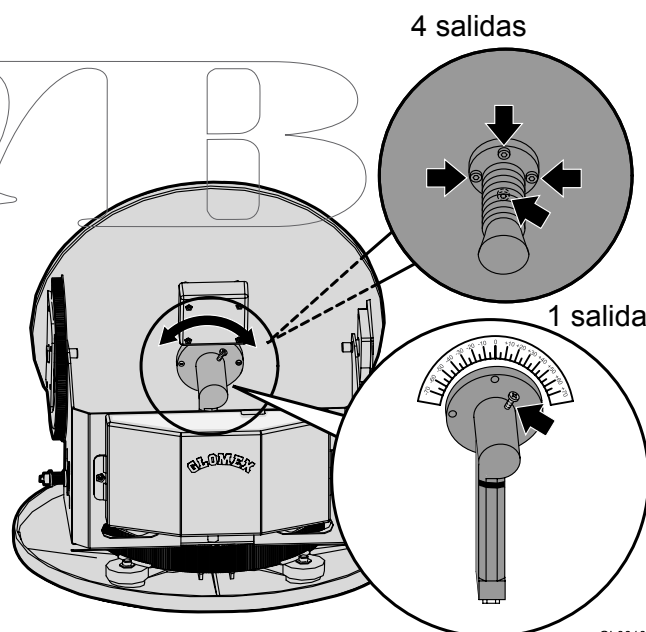

Fig. 26
- para los modelos de una salida, afloje el tornillo que sujeta el LNB al disco (consulte Fig. 26) y mueva el disco manualmente, utilizando como referencia el parámetro de calidad de señal del receptor digital en uso para realizar una calibración correcta (consulte el manual del receptor). La calibración no debe cambiarse más si el bote permanece en la misma área y recibe la transmisión del mismo satélite.